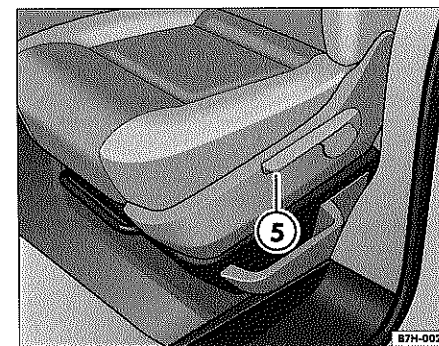

Fig. 53 Mando en el lateral exterior del asiento delantero
- Mueva la palanca hacia arriba o hacia abajo partiendo de la posición básica (en caso necesario, varias veces) ⇒ página 65, fig. 53 ⑤. El asiento subirá o bajará paulatinamente.